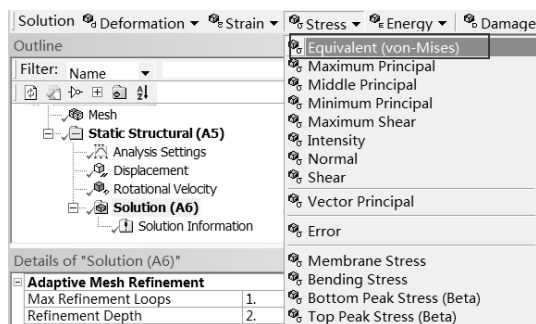

图 5-108 添加等效应力选项
Step2: 选择 Solution 工具栏中的 Stress (应力) Equivalent (von-Mises) 命令, 此时在分析树中会出现 Equivalent Stress (等效应力) 选项, 如图 5-108 所示。